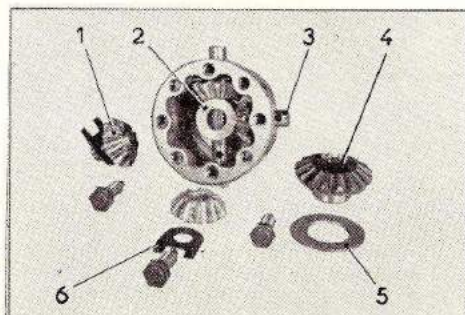

Fig. BV 2.
- les planétaires (4) et la rondelle de butée (5) (fig. BV 2) ;
- les axes de satellite (3) ;
- le croisillon (2) ;
- les satellites (1) ;
- les rondelles de réglage (6).